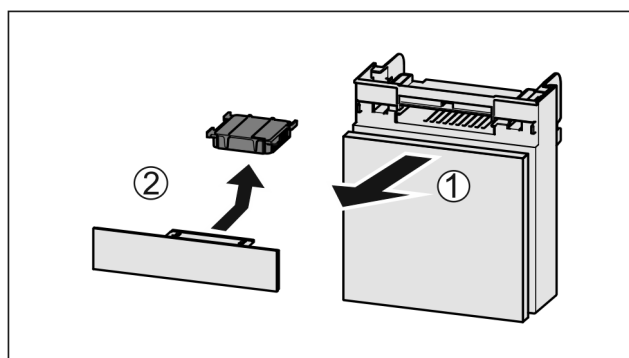

Fig. 89
- ▶ Vytiahnite zásuvku smerom dopredu Fig. 89 (1).
- ▶ Vyberte aktívny uhlíkový filter Fig. 89 (2).